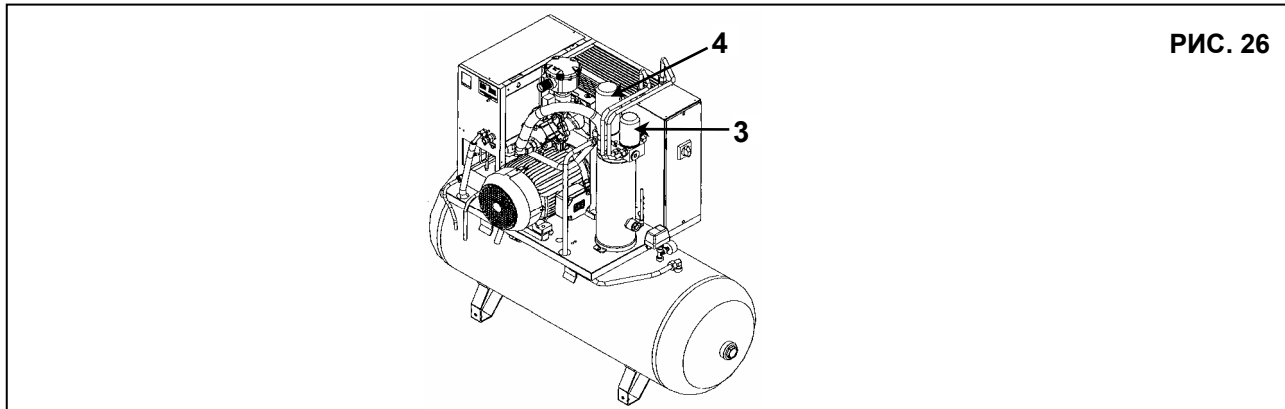

РИС. 26
- Извлеките маслоотделительный фильтр, поз. 3, и масляный фильтр, поз. 4, Рис. 26